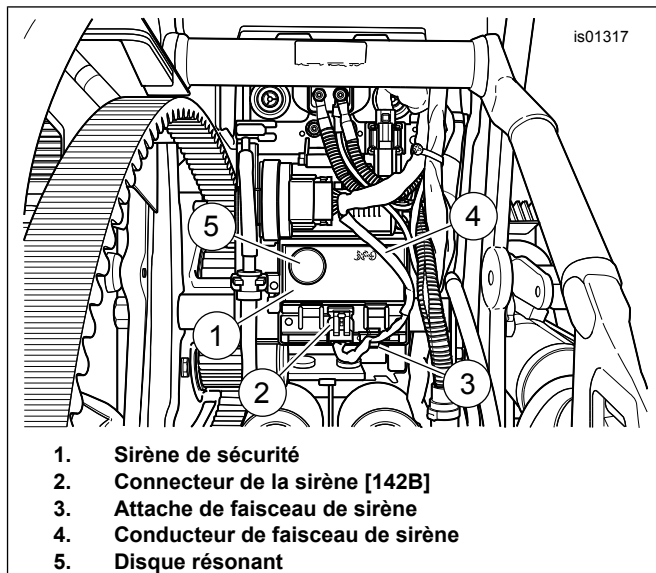

Figure 22. Montage de la sirène (modèles Softail sauf FX-CW/C)
7. Figure 22 Orienter la sirène (1) comme indiqué, avec le connecteur de faisceau (2) vers le bas et le disque de la sirène (5) tourné vers l'extérieur. Clipser soigneusement la sirène dans le panneau électrique.
8. Insérer le fil du faisceau de la sirène (4) dans l'attache du faisceau (3) pour maintenir le faisceau à l'écart des autres composants.